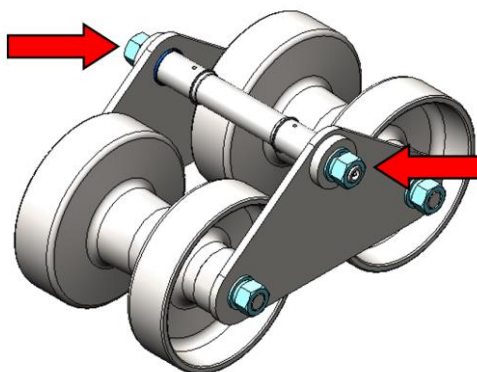

Рисунок 5.53. Смазка оси опорных катков
- ▶ Вставить удлинитель рычажно-плунжерного шприца в пресс-масленку (место расположения пресс-масленок показано стрелками на рис. 5.53.).